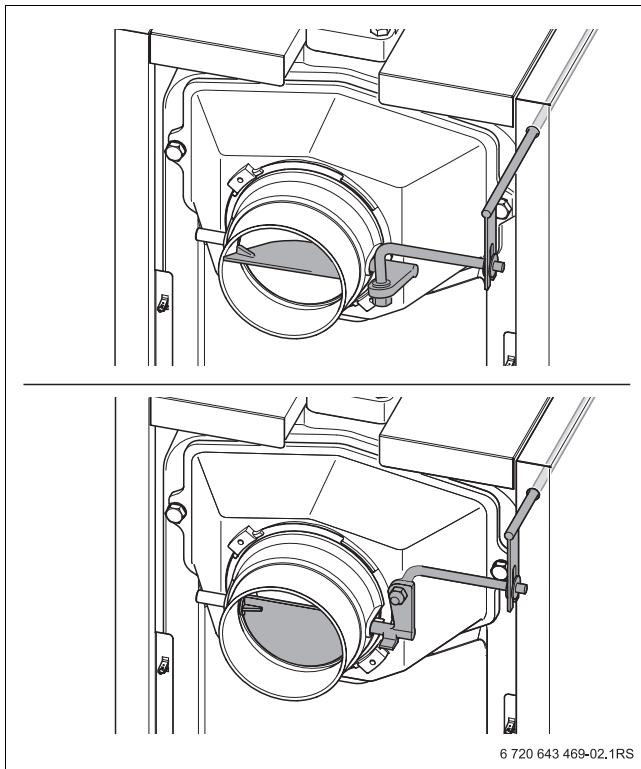

Рис. 31 Дымовая заслонка (вверху открыта; внизу закрыта)
- ▶ Чтобы предотвратить потери тепла в дымовой трубе, по возможности в зависимости от тяги прикройте дымовую заслонку (→ рис. 31, нижний).
Если дымовые газы выходят плохо (недостаточная тяга), то снова откройте дымовую заслонку (→ рис. 31, верхний).
- ▶ Откройте дымовую заслонку для снижения выхода дыма в помещение при загрузке топлива (→ рис. 31, верхний).
- ▶ Закройте загрузочную дверцу [1] и дымовую заслонку (→ рис. 31, внизу).